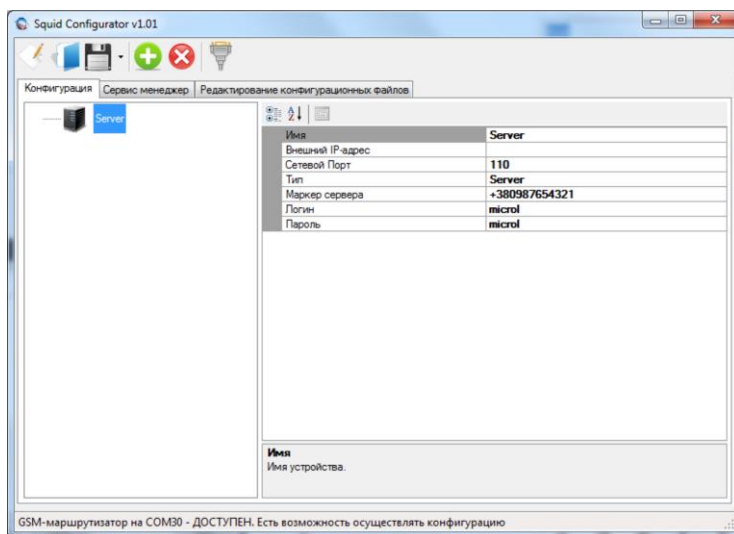

Рисунок 7.1.3 – Вкладка «Конфигурация»
2. Перейти на вкладку «Конфигурация» и выделить значок сервера, рисунок 7.1.3.